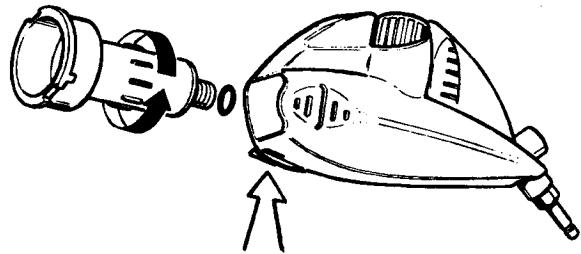

Fig. 3
1. Druk op het lipje (zie pijltje in Afb.3) om het filter los te maken.